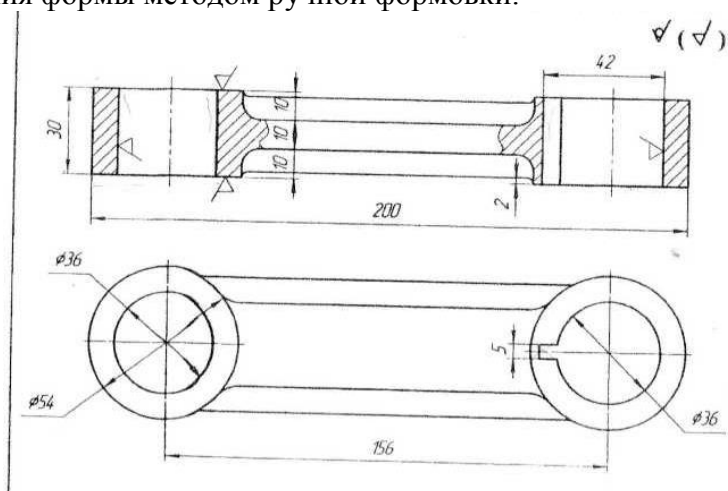

Рисунок 8. Рычаг, Сталь 20Л.
3. По эскизу детали (рис. 8) разработайте процесс ее изготовления методом литья в песчаную форму, описать технологические возможности метода и указать область его применения, по эскизу детали разработать эскиз отливки с модельно-литейными указаниями, привести эскизы модели, стержневого ящика и собранной литейной формы (в разрезе), описать последовательность изготовления формы методом ручной формовки.